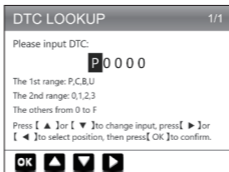

図 6.1.2
1. LOOKUP を選択し、[OK] を押してこの機能にアクセスします。（図 6.1.2 を参照）矢印キー（上と下）で入力を変更し、もう一度矢印キー（左と右）で位置を選択します。[OK] を押して確定します。